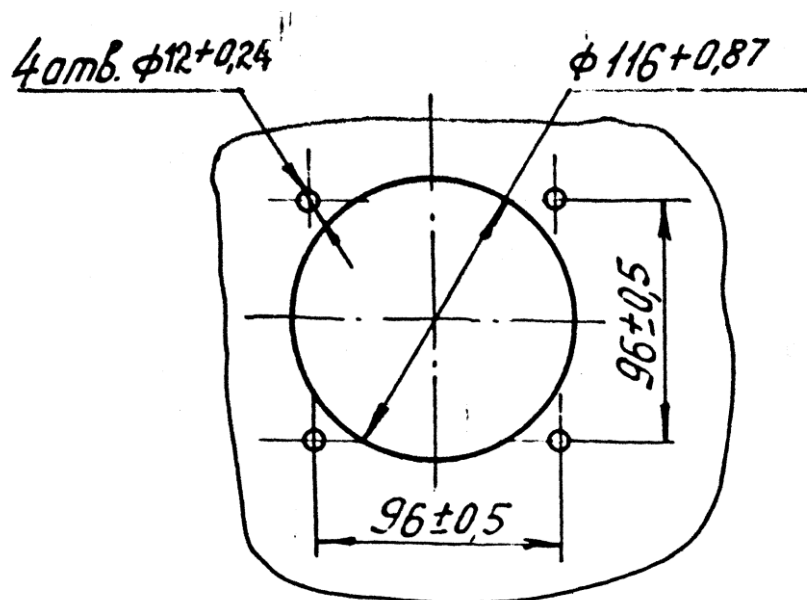

Рисунок 1 - Габаритный чертеж прибора Ц1611.1
7.1 Разметку щита для монтажа прибора производить тщательно, без перекосов в соответствии с габаритным чертежом (рисунок 1).